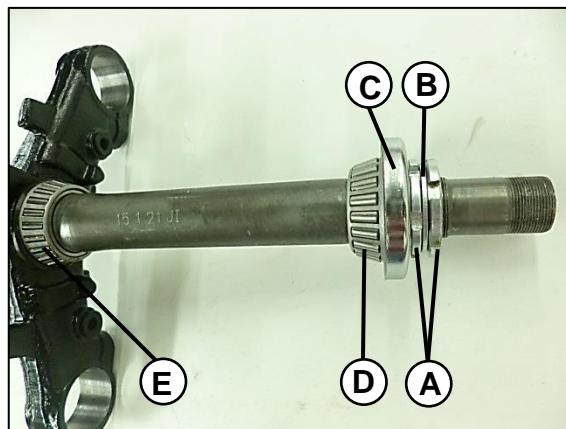

Fig. 13
Tuercas castillo (A) arandela pin (B) guardapolvo (C) rodamiento superior (D) rodamiento inferior (E). **Fig. 13**